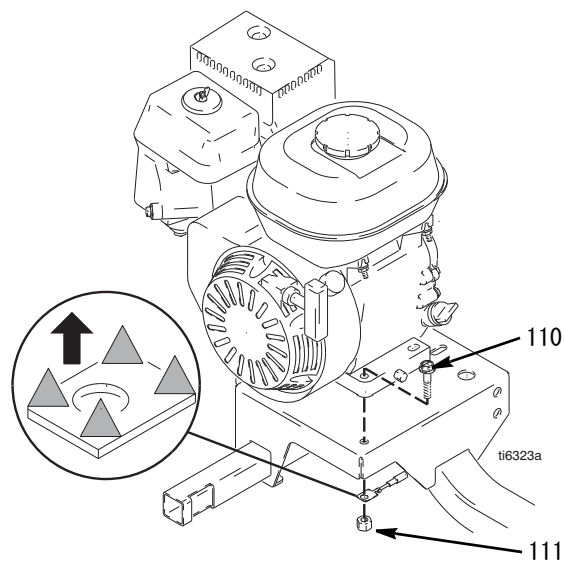

図. 13
3. 図. 13。エンジン基部から 2 本のロックナット (111) およびネジ (110) を外します。
2. 図. 13。エンジン基部に 2 本のネジ (110) を取り付け、ロックナット (111) で固定します。20 ft-lb (27.12 N·m) のトルクで締めます。
2. 図 13。2 本のネジ (108) を取り外し、カバー (62a) を開けます。